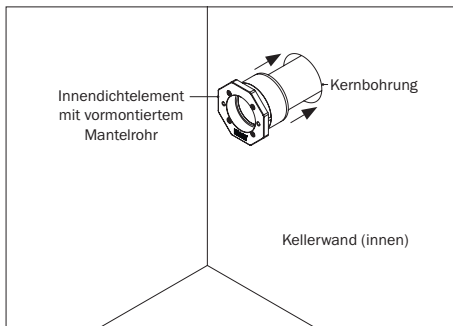

Abbildung 5.1: Innendichtelement, Kernbohrung
- Nehmen Sie das Innendichtelement und schieben Sie es, mit dem vormontierten Mantelrohr voran, von innen nach außen bis zum Anschlag durch die Kernbohrung (s. Abbildung 5.1).